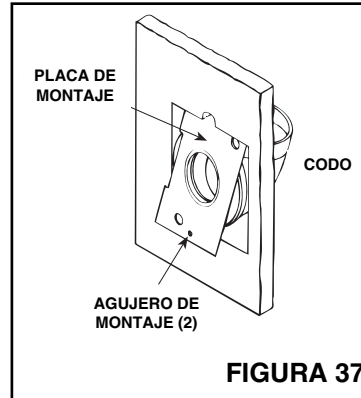

FIGURA 37
- Véase la Figura 37. Pegue el codo a la placa de montaje, posicione el ensamblado en el recorte, y sujete el codo al entubado dentro de la pared.